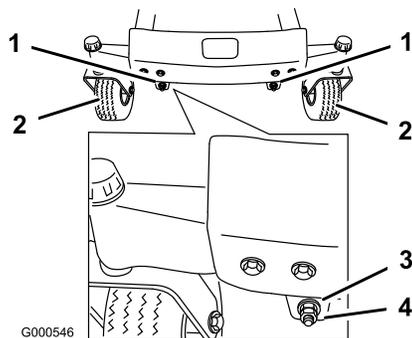
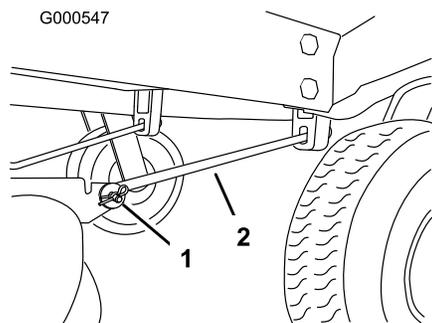

Figura 55
Figura 56
11. Per regolare l'inclinazione longitudinale della lama, togliete i dadi di bloccaggio e fate girare i dadi di regolazione sul frontale del tosaerba (Figura 55).
13. Dopo avere regolato in modo uniforme entrambi i dadi di regolazione, controllate nuovamente l'inclinazione longitudinale. Continuate la regolazione dei dadi finché la punta della lama anteriore non è più bassa di 1,6-7,9 mm rispetto a quella posteriore (Figura 55).
Nota: Dopo aver messo a punto i dadi di regolazione, verificate che le aste di supporto non siano allentate (Figura 56). All'occorrenza, serrate una delle aste per tenderle (Figura 55).
4. Togliete la coppiglia e il cavallotto con perno dall'asta di supporto anteriore (Figura 56) da ciascun lato del tosaerba.
- Attaccate le aste di supporto alla macchina, utilizzando i cavallotti con perno e le coppiglie (Figura 56).